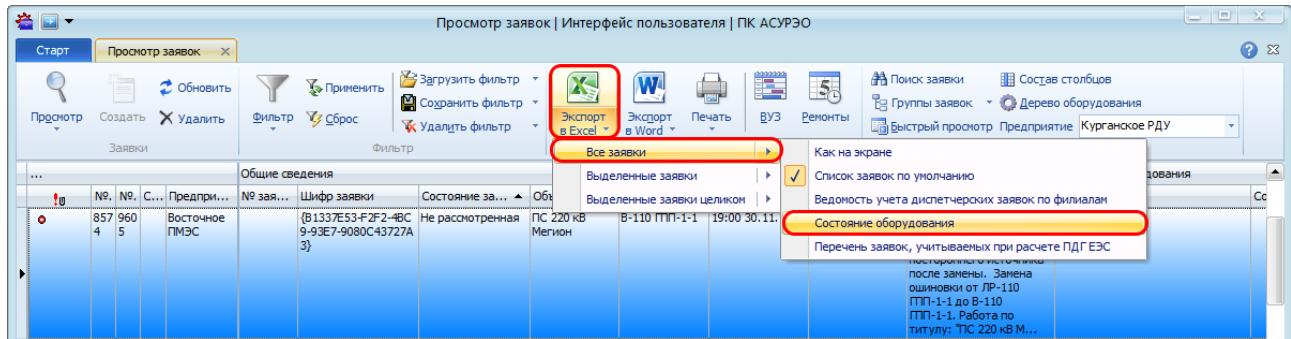

Рисунок 9.102 – Формирование отчета по времени изменения состояния оборудования
- все заявки. Для этого на панели инструментов необходимо нажать на кнопку « Экспорт в Excel» и в раскрывающемся списке выбрать пункт «Все заявки» - > «Состояние оборудования» (Рисунок 9.102);